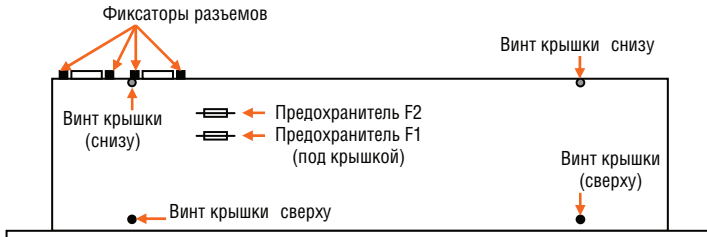

Рис. 15. Предохранители под крышкой панели управления (вид сверху)
- Возможно, перегорел внутренний предохранитель F1. Отвинтите 4 винта крепления крышки, 4 шестигранных фиксатора разъемов DB-9M, снимите крышку панели (см. рис. 15). Выньте, проверьте и при необходимости замените предохранитель F1 на аналогичный (номинал 1 А).